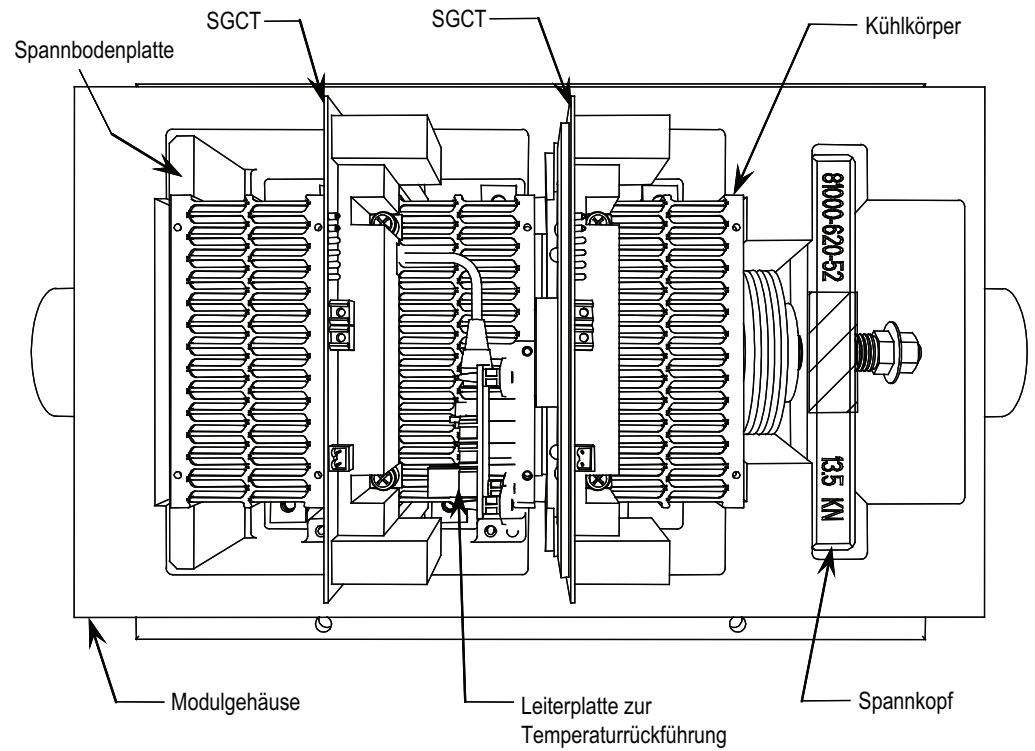
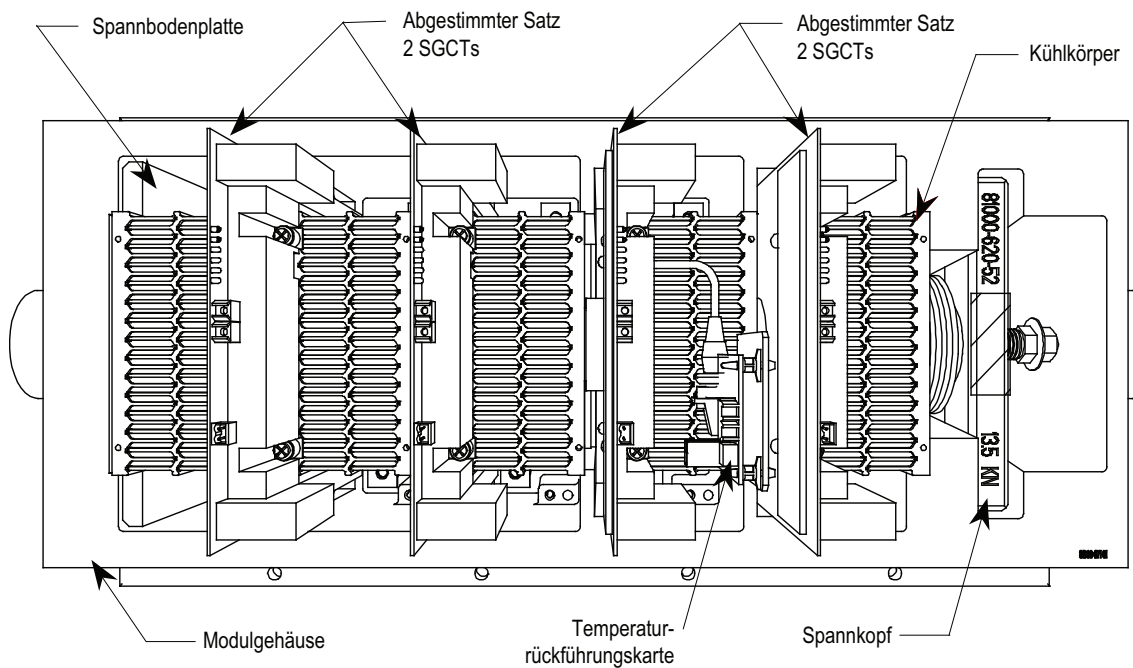
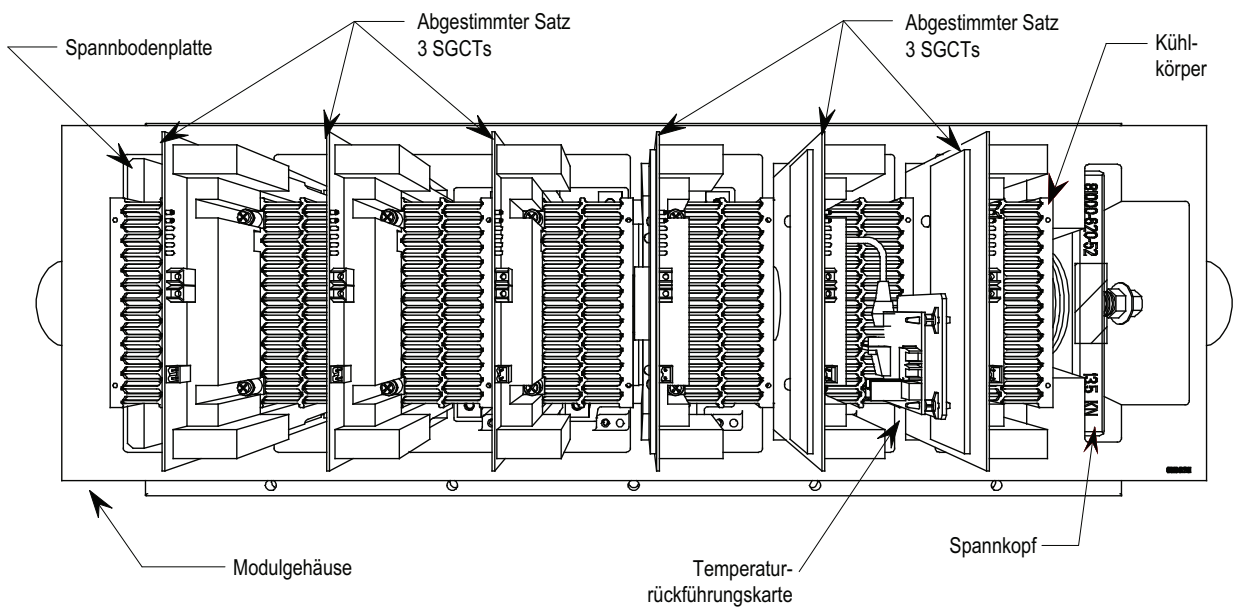

Abbildung 29 – PowerCage mit zwei Leistungshalbleitern
Abbildung 30 – PowerCage mit vier Leistungshalbleitern (Standardmodell)
Abbildung 32 – PowerCage mit sechs Leistungshalbleitern
4. Bauen Sie das Bauteil (SGCT oder SCR) zusammen mit dem Wärmesensor aus dem Kühlkörper aus (siehe Abbildung 29, Abbildung 30 oder Abbildung 32 auf Seite 53).